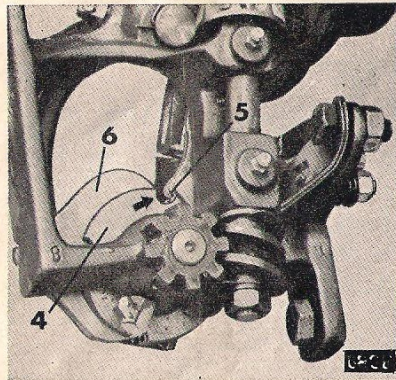

Bild 27
Bild 27 Die Nut des Mitnehmers (4) muß zwischen den hinteren Nasen des Schnurhalters (5) und hinterer Reinigerhälfte (6) stehen, damit die Schnur einwandfrei eingelegt werden kann. Zur Kontrolle der richtigen Lage der Nut müssen mindestens zwei Knüpfvorgänge erfolgt sein. Die beiden Führungskanten der hinteren Schnurhalternasen müssen dann etwas in die Nut hineinragen.